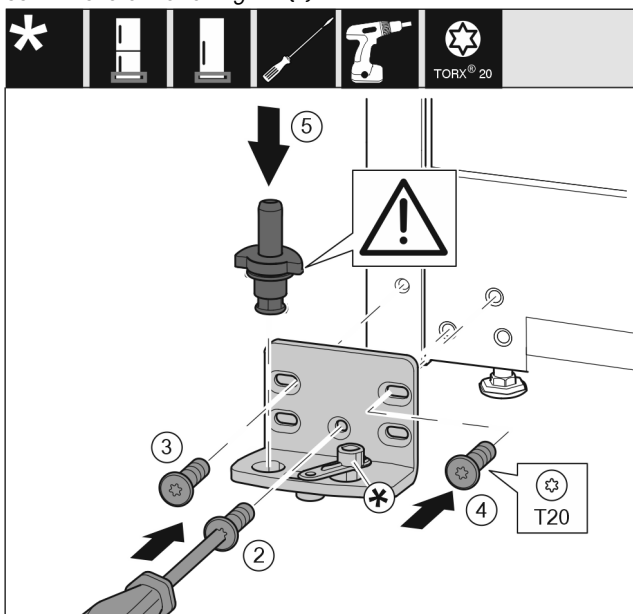

Fig. 13
- ▶ Поставете лагерната стойка от другата страна и я завийте с помощта на отвертка T20. Започнете с винт 2 долу в средата. Fig. 13 (2)
- ▶ Затегнете винт 3 и 4. Fig. 13 (3,4)
- ▶ Вкарайте изцяло лагерния болт. При това обърнете внимание на това, фиксиращата гърбица да сочи назад. Fig. 13 (5)